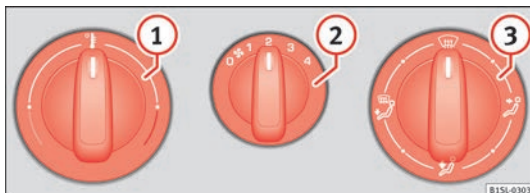
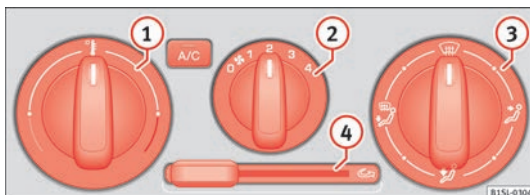

Fig. 76 En la consola central: Regulador giratorio del sistema de calefacción y aire fresco.
Fig. 77 En la consola central: Mandos del aire acondicionado.
Tecla, regulador	Información complementaria. Sistema de calefacción y aire fresco » fig. 76 y aire acondicionado » fig. 77 .
Tecla, regulador	Información complementaria. Sistema de calefacción y aire fresco » fig. 76 y aire acondicionado » fig. 77.
- Ajuste el ventilador » fig. 76 ② al nivel 1 o 2.
- Sitúe el regulador de la temperatura » fig. 76 ① en la posición central.
- Gire el regulador de la distribución del aire » fig. 76 ③ a la posición de descongelación.
Conectar: desplace el regulador deslizante » fig. 77 ④ hasta el tope hacia la derecha.
Desconectar: desplace el regulador deslizante » fig. 77 ④ hasta el tope hacia la izquierda.